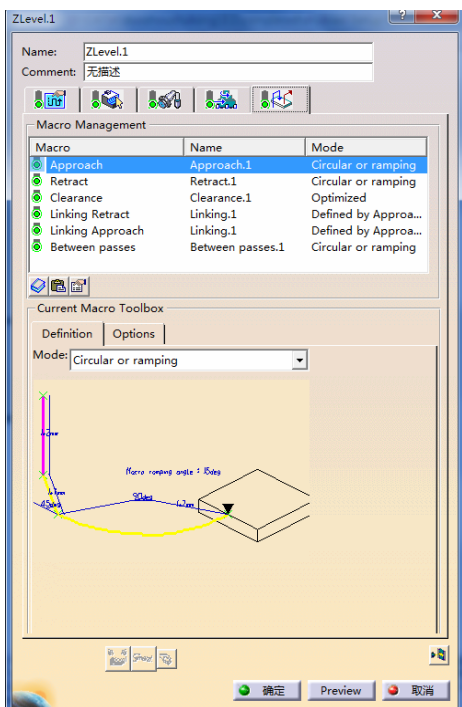

图 3-178 设置“Approach”参数(9)
- 在“Macro Management”区域的列表框中选择“Approach”, 单击鼠标右键, 在弹出的快捷菜单中选择 Activate 命令, 在“mode”下拉列表中选择“Circular or ramping”, 设置“Approach”参数(9)如图 3-178 所示。